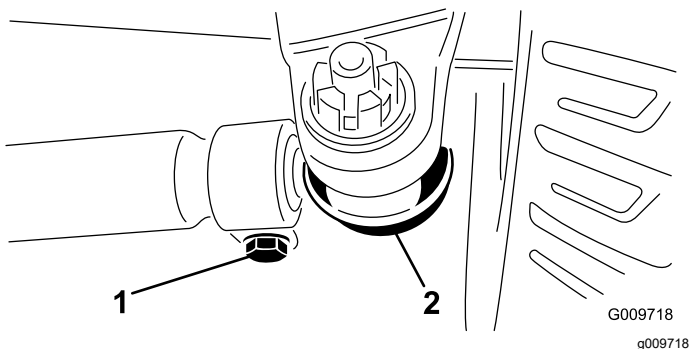

Figura 84
3. Para ajustar, retire la chaveta y la tuerca de cualquiera de las articulaciones esféricas de la biela (**Figura 84**). Retire la rótula de la biela del soporte del cojinete del eje.
4. Afloje las abrazaderas en ambos extremos de las bielas (**Figura 84**).